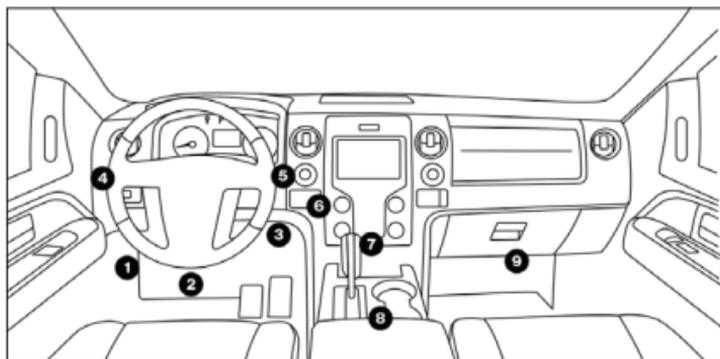

Figura 3.1.2
- La maggior parte dei DLC del veicolo si trova in una delle posizioni indicate nella Figura 3.1.2. Alcuni DLC hanno una copertura di plastica che deve essere rimossa prima del collegamento e alcuni sono nascosti vicino al pannello dei fusibili. Se incontrate un problema nel localizzare il DLC, per favore fate riferimento al manuale di servizio del veicolo, o contattateci con informazioni specifiche sul veicolo (per esempio, il VIN).